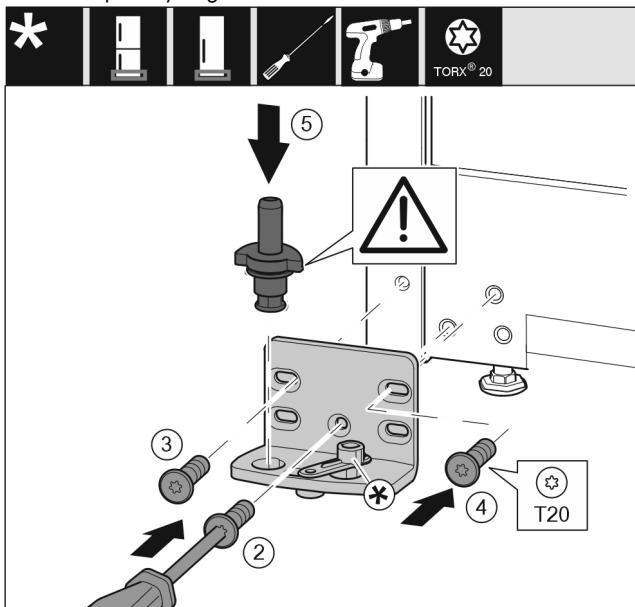

Fig. 36
- Встановіть опорний кронштейн з іншого боку і закріпіть гвинтами за допомогою викрутки T20. Почніть із гвинта 2 знизу посередині. Fig. 36 (2)
- Закрутіть гвинти 3 та 4. Fig. 36 (3,4)
- Вставте цілком опорний гвинт. При цьому виступ фіксатора повинен бути спрямований назад. Fig. 36 (5)
- Встановіть опорний кронштейн з іншого боку і закріпіть гвинтами за допомогою викрутки T20. Почніть із гвинта 2 знизу посередині. (2)*
- Поверніть з'єднувальний елемент демпфера на 180°. Пригвинтіть з іншого боку опорного кронштейна за допомогою викрутки T20. (5)*
- Вставте цілком опорний гвинт. При цьому виступ фіксатора повинен бути спрямований назад. (6)*